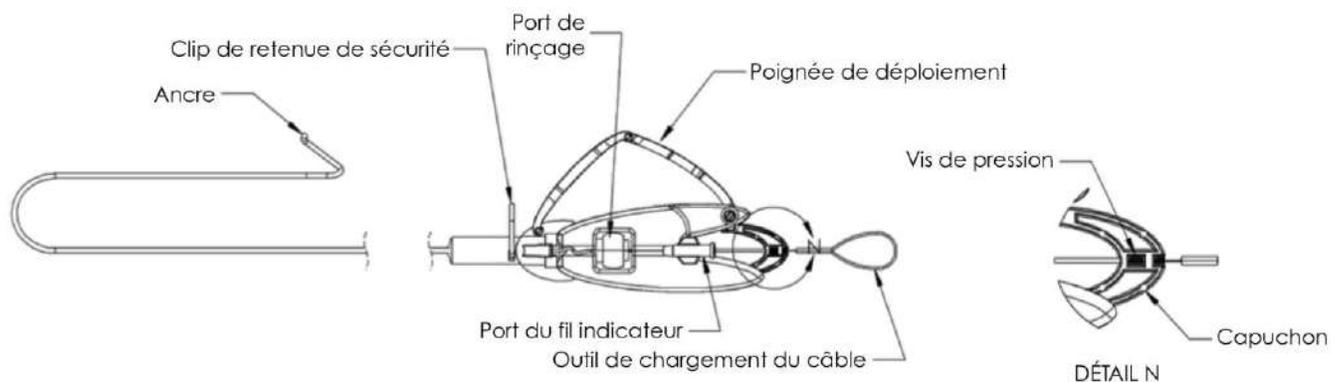

Figure 5c. Cathéter de pose secondaire V1
- Les cathéters de pose secondaires de type proximal peuvent être utilisés au maximum pendant les 6 derniers déploiements, au besoin, selon la forme du ventricule et l'orientation de l'ancre. Voir les **Figures 5c** et **5d**.